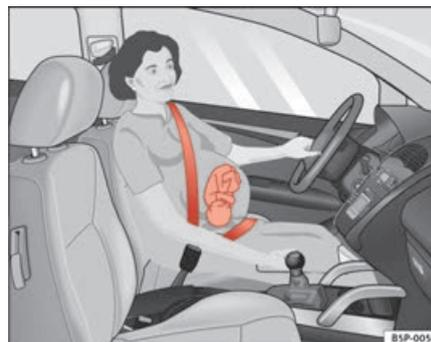

Fig. 15 Posizione della cintura di sicurezza per donne in stato di gravidanza
- La cintura, che deve essere afferrata per la linguetta e tirata senza strappi, va fatta passare più in basso possibile rispetto al bacino ⇒ pag. 25, fig. 15.